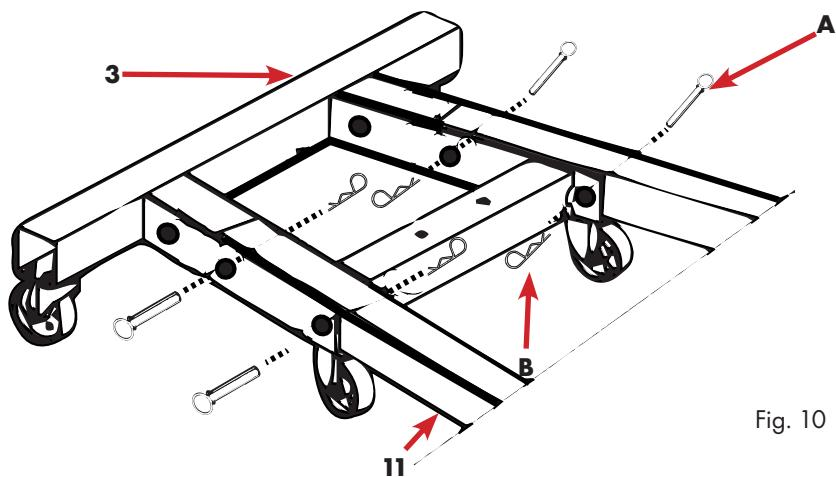

Fig. 10
- Fixer les goupilles fendues depuis l'intérieur à l'aide des goupilles fendues, fig.10.
Légende figure 10 (voir aussi page 15, figure 2 et tableau 1)